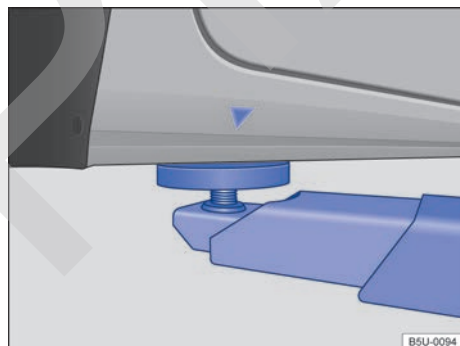
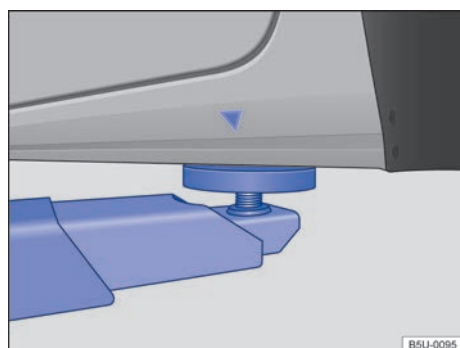

Fig. 190 Puntos de apoyo delanteros para la suspensión con plataforma elevadora o con gato.
Fig. 191 Puntos de apoyo traseros para la suspensión con plataforma elevadora o con gato.
El vehículo debe ser suspendido solamente por los puntos indicados en las figuras → fig. 190 y → fig. 191. Si el vehículo no está suspendido por los puntos indicados, pueden ocurrir daños en el vehículo → ⚠ y lesiones graves → ⚠.
- Suspender el vehículo solamente por los puntos indicados en las figuras → fig. 190 y → fig. 191. Si el vehículo no es suspendido por los puntos indicados, puede caer de la plataforma elevadora cuando, por ejemplo, se desmonta el motor o la suspensión.